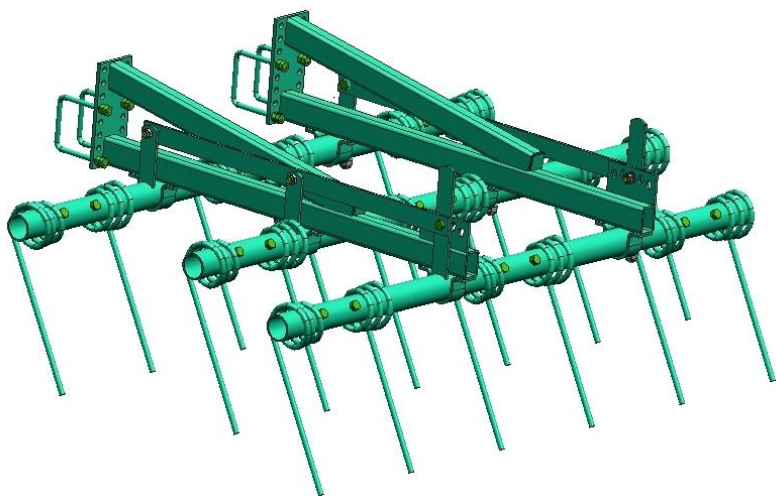

Рисунок 3 – ПБП - трёхрядная пружинная борона
- ПБП - трёхрядная пружинная борона (рис. 3);